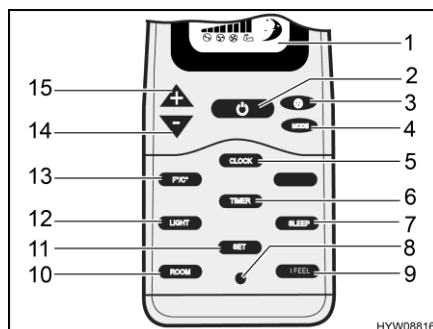
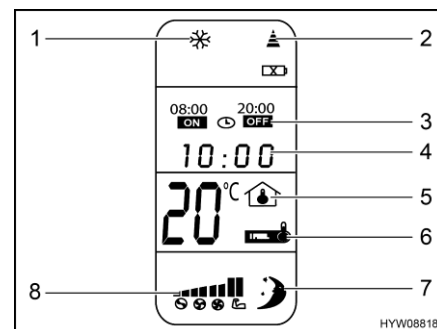

Bild 82 Fjärrstyrning (klimatanläggning)
Bild 83 Digital skärm (fjärrstyrning)
- När klimatanläggningen är i standby-läge: Tryck på På/Av-knappen (Bild 82,2) på fjärrstyrningen.
- Tryck på På/Av-knappen (Bild 82,2) på fjärrstyrningen. Klimatanläggningen växlar till standby-läge.
| Skicka inställningar tillsammans: | <ul style="list-style-type: none"> <li>■ Rikta fjärrstyrningens infraröda sändare bort från takenheten.</li> <li>■ Ange önskade inställningar.</li> <li>■ Rikta den infraröda sändaren på fjärrstyrningen mot den infraröda mottagaren (Bild 84,4) på takenheten.</li> <li>■ Tryck på knappen skicka (Bild 82,11) på fjärrstyrningen. Inställningarna överförs tillsammans till klimatanläggningen och bekräftas med ett pip.</li> </ul> |
| Inställning av tid:               | <ul style="list-style-type: none"> <li>■ Tryck på klock-knappen (Bild 82,5) tills klockindikeringen (Bild 83,4) blinkar.</li> <li>■ Ställ in aktuell tid med knapparna "+" (Bild 82,15 ) och "-" (Bild 82,14).</li> <li>■ Tryck på skicka-knappen. Tiden har sparats.</li> </ul>                                                                                                                                                         |